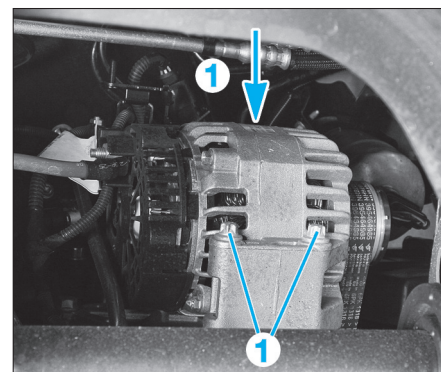

Fig. 3
- Déposer les vis (1) (Fig.3).